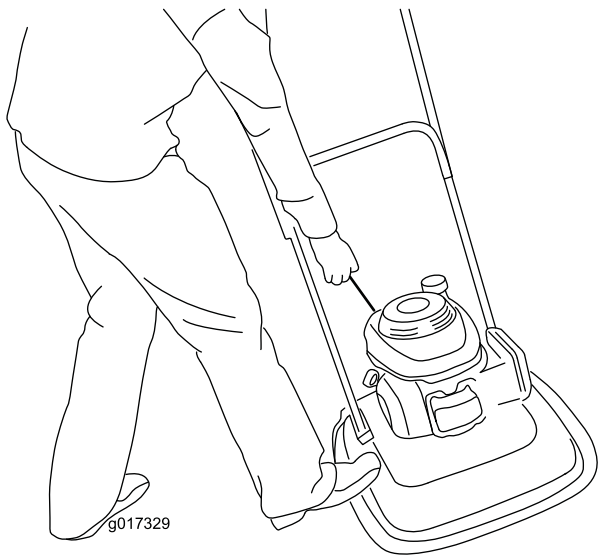

Figura 16
3. Posicione o pé sobre a carcaça e incline a máquina na sua direção (Figura 16).